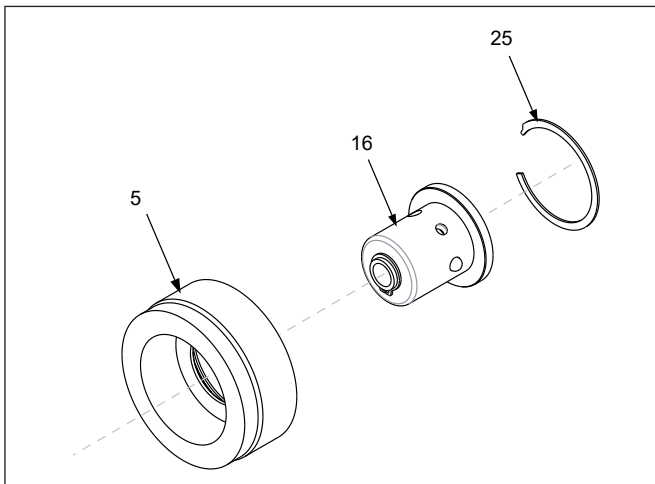

Figure 24 : vue éclatée de la fixation du bouton-poussoir
7.3.5 Démontage et remontage de la fixation du bouton-poussoir de l'axe du carré conducteur (figure 24)